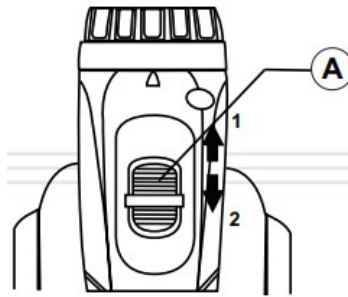

Рисунок 4. Схема перемикання діапазонів швидкостей.
За допомогою механічного перемикача можна встановити один із двох діапазонів швидкостей роботи. Перемикач передач здійснюється через переміщення повзунка механічного перемикача (А, рис. 4) до упору в положення 1 – низька швидкість: 0...350 об/хв, або до упору в положення 2 – висока швидкість: 0...1350 об/хв.
5. Повзунок механічного перемикача діапазонів швидкостей (А, рис. 4) перевести в положення швидкості обертання в межах 0...350 об/хв.